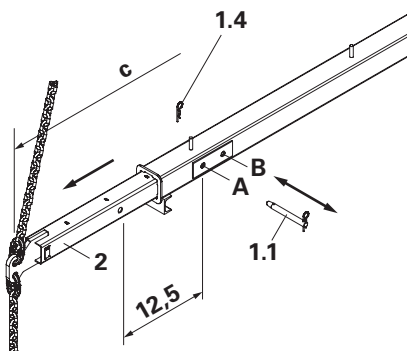

Fig. 9
1. Sfilare l'inserto a molla (1.4). (Fig. 9)
3. Spostare il tubo interno (2) e regolarlo sulla misura richiesta.
4. Infilare il perno di arresto (1.1) nel foro (A) o (B) e fissare con inserto a molla (1.4).